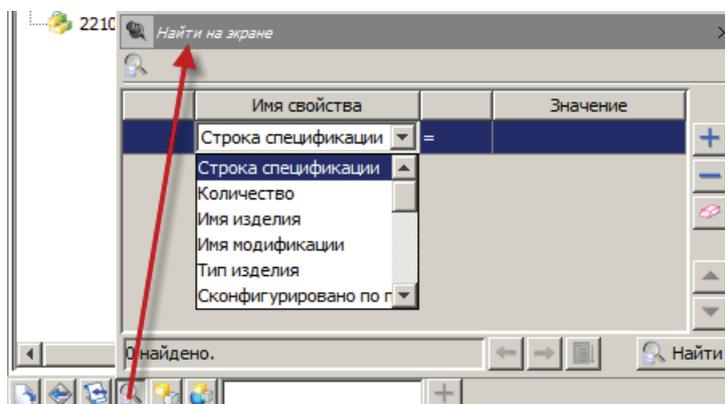

Рисунок 12.17
- команда **Найти на экране** отображает диалоговое окно **Найти на экране**, с помощью которого можно осуществить поиск изделий в составе загруженной структуры (рис. 12.17). Данная функция имеет ряд существенных ограничений, поскольку позволяет искать по ограниченному количеству атрибутов, а также только среди загруженных компонентов, то есть тех, которые отображаются на экране. Teamcenter имеет более гибкую систему поиска объектов в структуре изделия, позволяющую не только искать по атрибутам, но и